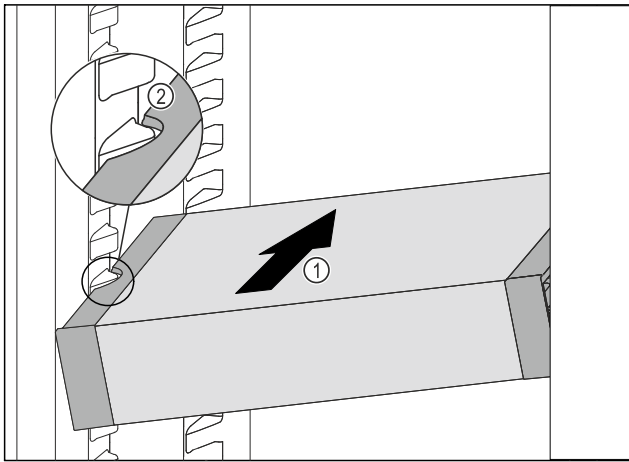

Fig. 69
- ▶ VarioSafe schräg in das Kühlteil einschieben Fig. 69 (1), bis sich die seitlichen Aussparungen Fig. 69 (2) des VarioSafes auf Höhe der Behälterrippe im Kühlteil befinden.